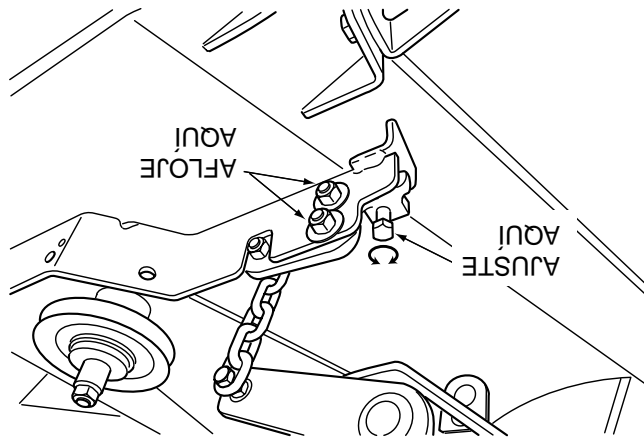

Figura 6-4. Ajuste de la plataforma de corte
1. En el lado frontal del lado izquierdo de la plataforma de corte, ubique el soporte de la misma (Vea la Figura 6-4).